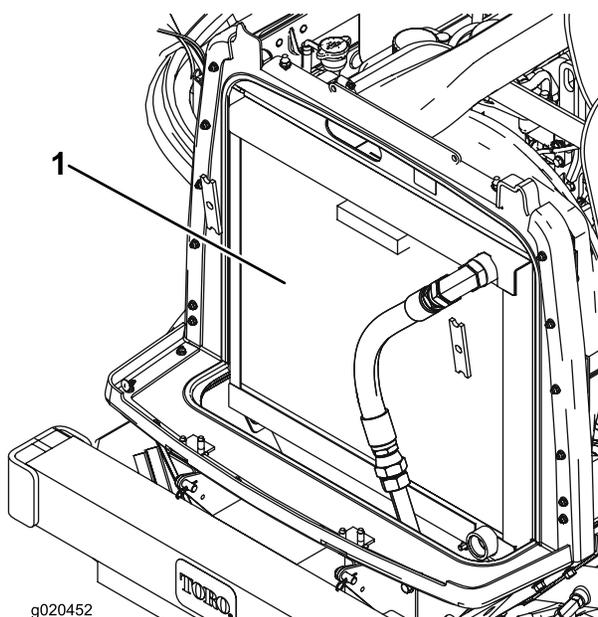

Figura 65
2. Limpe ambos os lados do radiador/refrigerador (Figura 65) com ar comprimido. Comece do lado da ventoinha e sopre os detritos para trás. Depois, limpe a partir da parte posterior e sopre na direção da parte frontal. Repita o procedimento várias vezes até remover toda a sujidade e detritos.